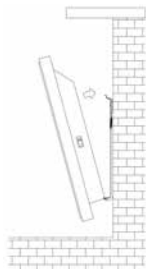

Figura 7. Atașare
2. Trebuie măsurată distanța corectă pentru a conecta cu ușurință cablul de alimentare la priza electrică. După stabilirea zonei de instalare, găurile trebuie marcate conform metodei prezentate în figura 7. Pentru a fixa aparatul, puteți utiliza suportul de montare pe perete (figura 5) Suportul de montare poate fi utilizat ca ghidaj pentru poziționare și puncte de dat gaură. Puteți poziționa suportul pe perete și măsurați spațiul dintre podea și partea inferioară a suportului la minim 100 mm sau max 200 mm. Marcați orificiile de înșurubare prin găuri cu ajutorul unui pix. Trebuie să vă asigurați ca zonele de siguranță să fie libere pentru ca aparatul să funcționeze în mod eficient (Figura 4).